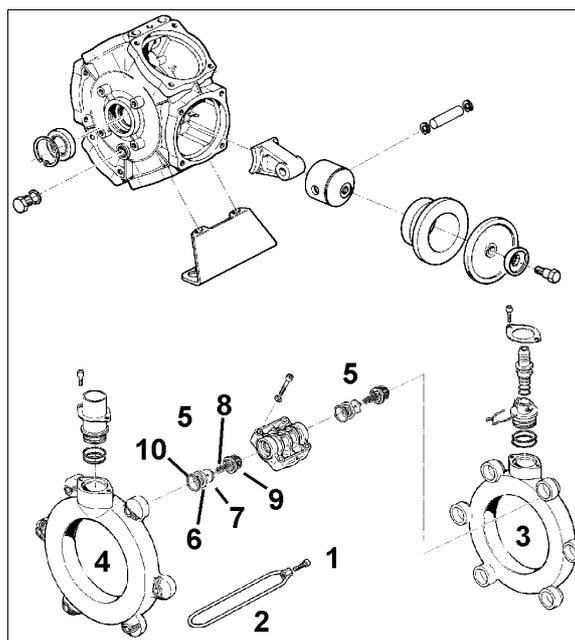

Bild 118
10. Montera sug - (Bild 118/3) och tryckrör (Bild 118/4) på pumphuset och montera spännbygeln (Bild 118/2).
11. Montera locket och dra åt skruvarna (Bild 118/1) korsvis med von **11 Nm**.